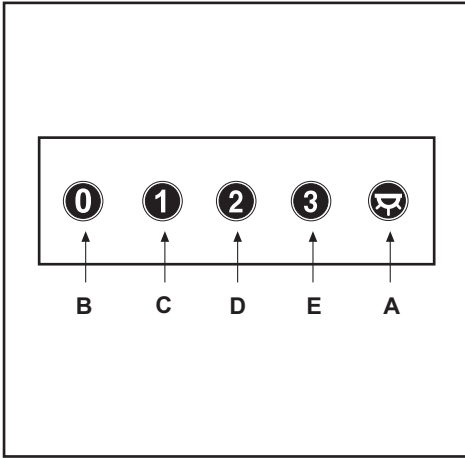

Fig.6
• **COMANDI:**(Fig.6) **MECCANICI** la simbologia è di seguito riportata: